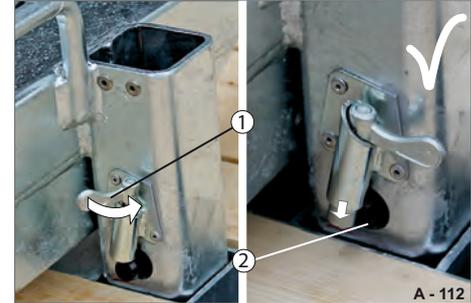

Abb. 166 Sicherungsschienen sichern
- ▶ Stift (Abb. 166/1) umdrehen, sodass der Bolzen gesichert ist.